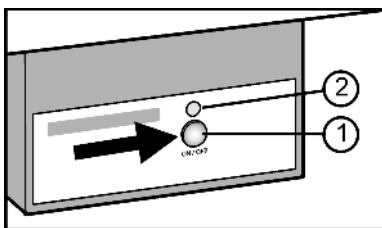

Fig. 13
- ▶ Druk op de toets On/Off Fig. 13 (1), zodat de LEDs Fig. 13 (2) branden.